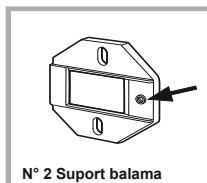

Fig. 1
- Montați suporturile balamalei pe fața mașinii, poziționând orificiul indicat prin săgeată (fig. 1) către interiorul feței mașinii, utilizând un distanțier (fig. 4B), utilizând șuruburi de tip C. - Montați magnetul pe partea opusă, sus utilizând două șuruburi de tip B. Interpuneți între fața mașinii și magnet 2 distanțiere indicate în fig. 4/B.